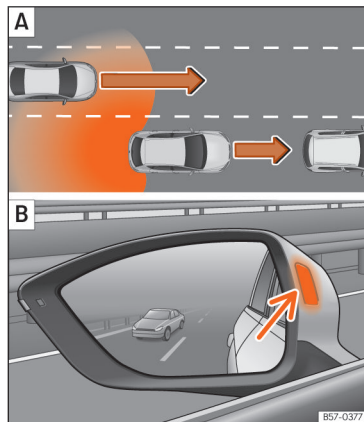

Fig. 180 Esquema: **A** Situação numa ultrapassagem com trânsito na parte traseira. **B** Indicação do assistente de mudança de faixa no retrovisor exterior esquerdo.
Nas seguintes situações mostra-se uma indicação no retrovisor exterior »» **Fig. 180 B** [seta] ou »» **Fig. 181 B** [seta]:
- Quando se é ultrapassado por outro veículo »» **Fig. 180 A**.